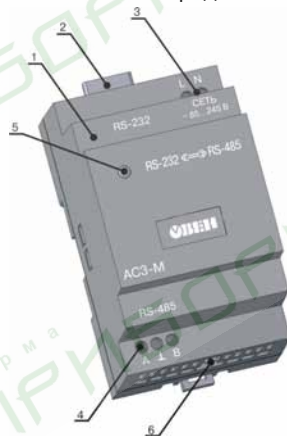

Рис. 4.1. Внешний вид прибора AC3-M
4.2. Внешний вид прибора приведен на рис. 4.1.
7.2. Подать напряжение питания на прибор и подключенные к нему устройства. О готовности прибора к работе будет сигнализировать светодиод 5 (см. рис. 4.1) постоянной засветкой зеленого цвета.